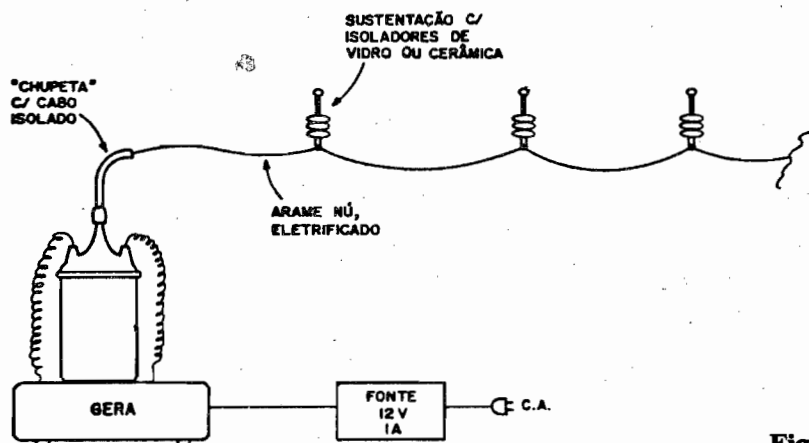

Fig.9
- FIG. 9 - USANDO O GERA COMO "ELETRIFICADOR DE CERCAS" - Outras utilizações, mais práticas e menos "experimentais", também podem ser dadas ao GERA... Uma delas é na função de eletrificador de cercas, dispositivo utilizado nas fazendas de pecuária, para conter ou direcionar o gado em locais ou caminhos específicos... Nessa adaptação (conforme mostra o diagrama) não será aplicado o eletrodo de "terra" do centelhador (na verdade, não se pretende obter a centelha, aproveitando-se apenas a AP presente no terminal central da bobina de ignição...). O arame a ser eletrificado deverá ser sustentado, a espaços regulares, por isoladores de cerâmica ou vidro, de boa qualidade, presos aos mourões (de madeira ou concreto). A ligação ao GERA deve ser feita através de um cabo de AT, emborrachado até o ponto de junção ao dito arame, e dotado da conveniente "chupeta" de ligação (um "cabo de vela" convencional de veículo, eventualmente "alongado" através de uma extensão muito bem isolada...). Uma fonte de 12VCC x 1 ou 2 ampères, ligada à C.A., poderá alimentar o conjunto de forma ininterrupta... Em locais onde a energia C.A. não tenha rede de distribuição, o conjunto poderá também ser alimentado por baterias automotivas de 12V, por sua vez "carregadas" via geradores eólicos, geradores hidroelétricos movimentados por rodas d'água ou mesmo painéis foto-elétricos...